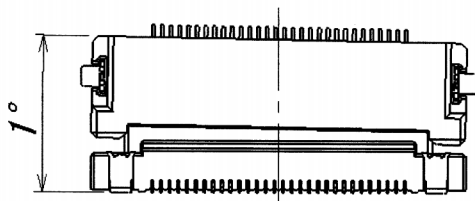
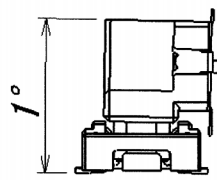

図4/ Fig.4
図5/ Fig.5
- ・嵌合時の許容角度は図4~図5になりますので、記載角度以下で使用してください。
Please mate it below the angle of the figure 4, 5, 6.